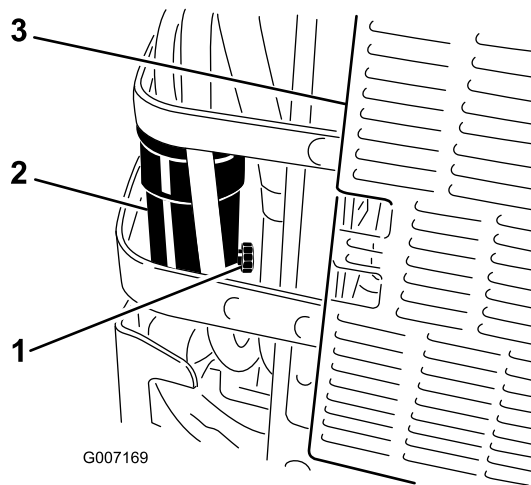

Figura 70
5. Aprite di circa un giro la valvola di spurgo sul separatore di condensa per permettere lo spurgo dell'acqua e di altre sostanze contaminanti (Figura 70).
6. Chiudete la valvola di spurgo quando inizia a fuoriuscire solamente gasolio (Figura 70).